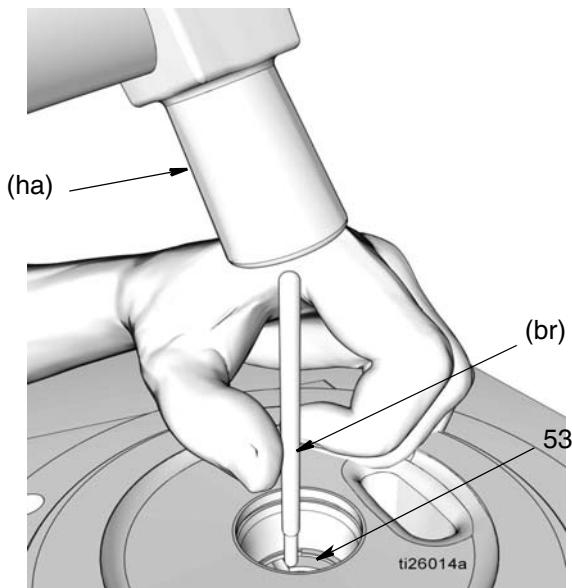

图 26
- d. 卸下垫片 (12)、密封 (11) 和垫片 (12)。
19. 使用软铜杆 (br) 和锤子 (ha) 轻敲泵元件衬套 (53)，使其从泵底座 (1) 中脱离（图 26）。